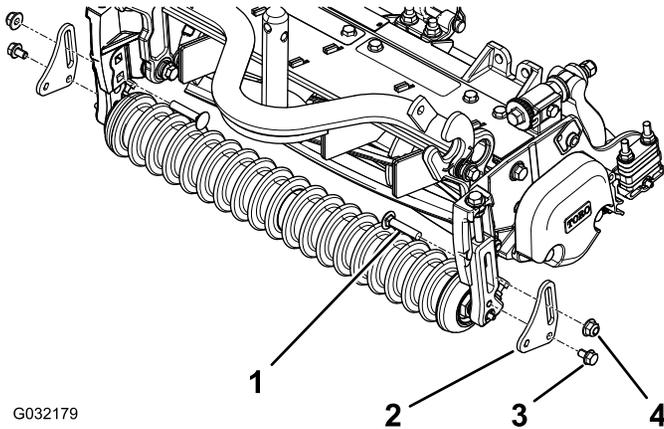

图 7
1. 用凸缘螺丝 5/16 x 1/2 英寸、车架螺栓 3/8 x 1-3/4 英寸和凸缘螺母 3/8 英寸将集草斗板安装到各前剪草高度支架请参阅图 7。